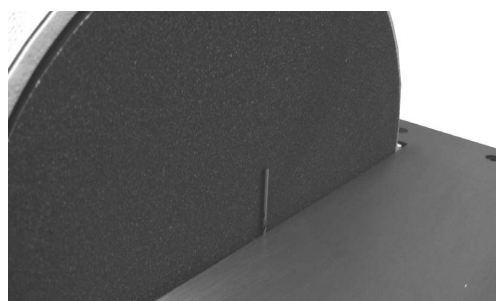

Fig. 05
4. Use uma broca de 1/16" como espaçador. Posicione a broca entre o disco e a parte interna da mesa. Segure a mesa contra a broca de 1/16" e aperte os quatro parafusos (veja fig. 05)